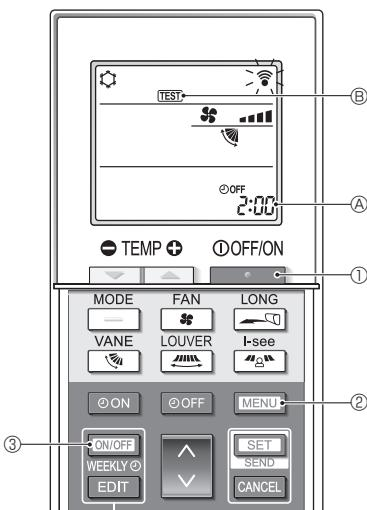
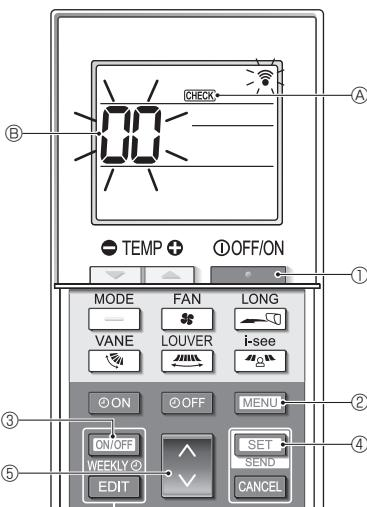

Fig. 7-5
Fig. 7-6
■ Prueba de funcionamiento (Fig. 7-5)
- Pulse el botón ① para detener el acondicionador de aire.
- Si el temporizador semanal está activado (se muestra WEEKLY), pulse el botón ③ para desactivarlo (no se muestra WEEKLY).
- Pulse el botón ② durante 5 segundos.
- Pulse el botón ②.
- Se muestra TEST ⑧ y la unidad entra en el modo de prueba de funcionamiento.
- Pulse el botón ① para detener la prueba de funcionamiento.
■ Autocomprobación (Fig. 7-6)
- Se muestra CHECK ⑧ y la unidad entra en el modo de autocomprobación.
- Pulse el botón ④ para seleccionar la dirección del refrigerante (dirección M-NET) ⑤ de la unidad interior para la que desea realizar la autocomprobación.
- Pulse el botón ④.
- Pulse el botón ①.
- CHECK ⑧ y la dirección del refrigerante (dirección M-NET) ⑤ se apagan y se completa la autocomprobación.